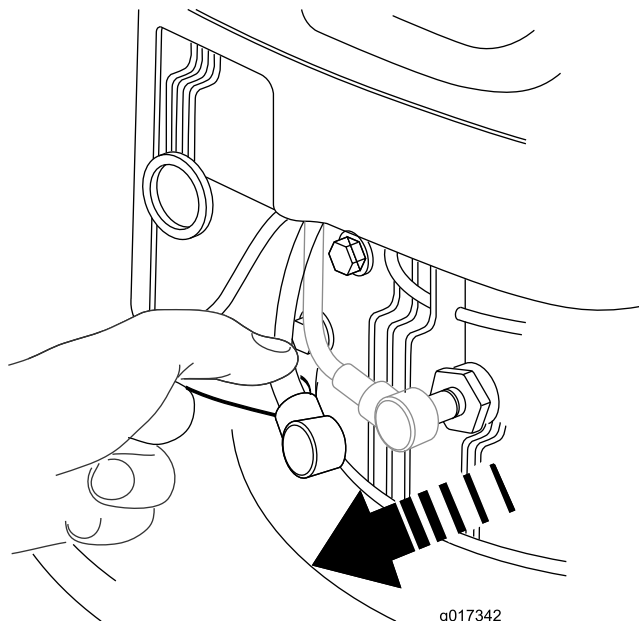

図 18
2. 整備などの前には、必ず点火プラグコードを外す（図 18）。